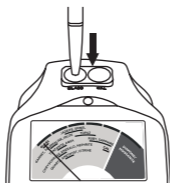

图 1.5
- 将探针头顶在指示灯左边的玻璃检测盘上（图 1.5）。完成此操作后，在两到三秒钟内，指针应该摆至最高点，深入仪表指示盘的紅色条带中。